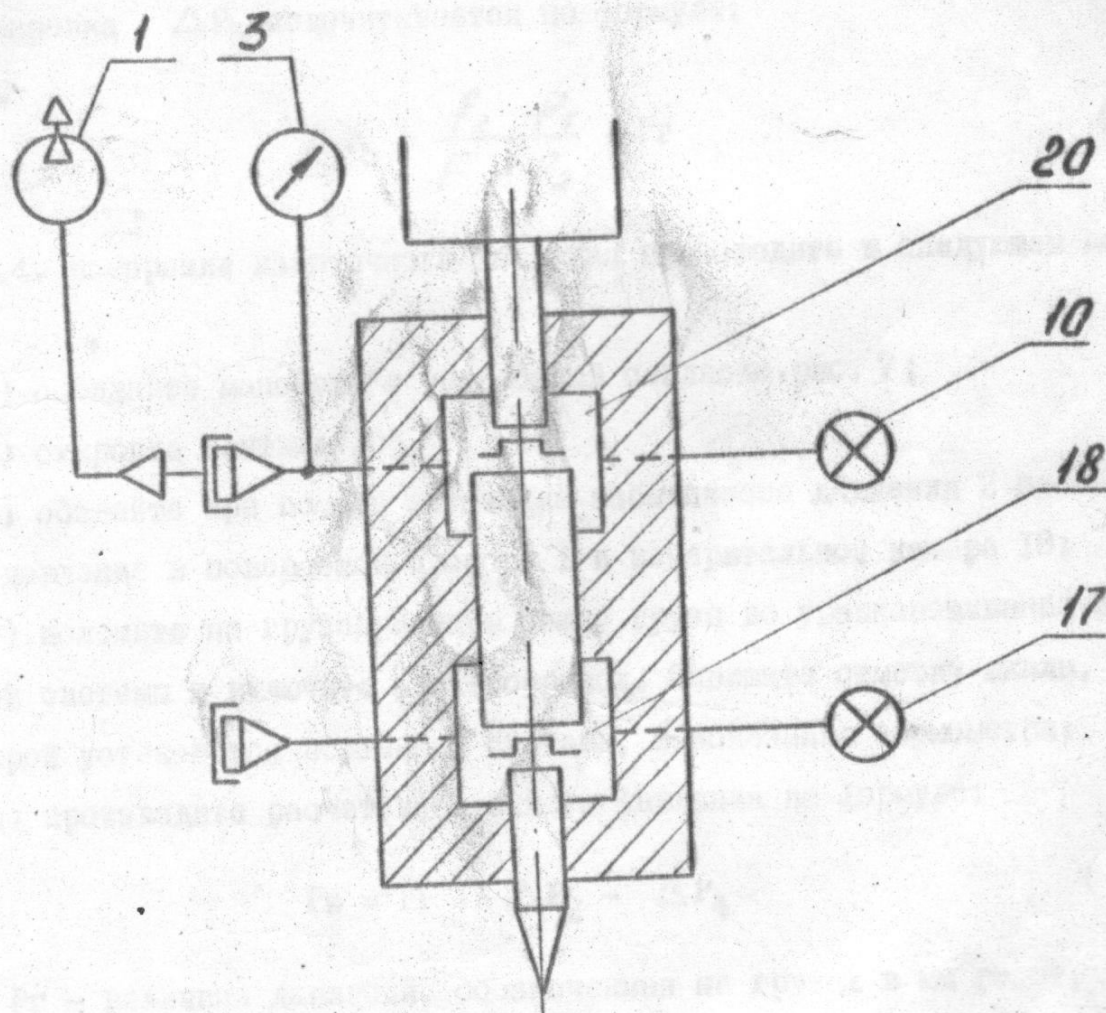

Рис. 6. Схема соединения манометра при измерении атмосферного давления
- а) соедините манометр с установкой согласно рис. 6 ;